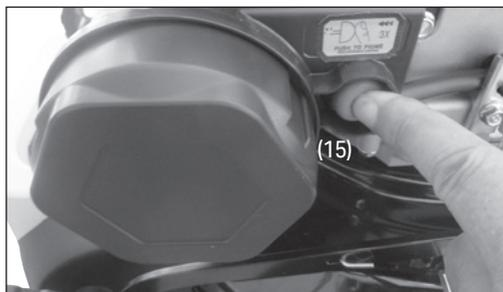

Fig. 13
7.2 Starting the Lawnmower (Fig. 13 – Fig. 16)